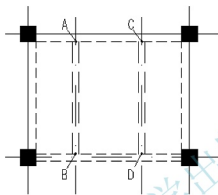

图 5.52 绘制板底梁
③ 在指定起点或 [对正(J)/比例(S)/样式(ST)]: 提示下, 捕捉 A 点作为多线的起点。
④ 在指定下一点或 [闭合(C)/放弃(U)]: 提示下, 捕捉 B 点作为多线的终点, 然后按 Enter 键结束命令。
(5) 按 Enter 键重复【多线】命令, 绘制 CD 多段线后按 Enter 键结束命令, 结果如图 5.52 所示。
(6) 用【对象特性管理器】将图 5.52 中的两根板底梁的【线型比例】修改为“0.5”。